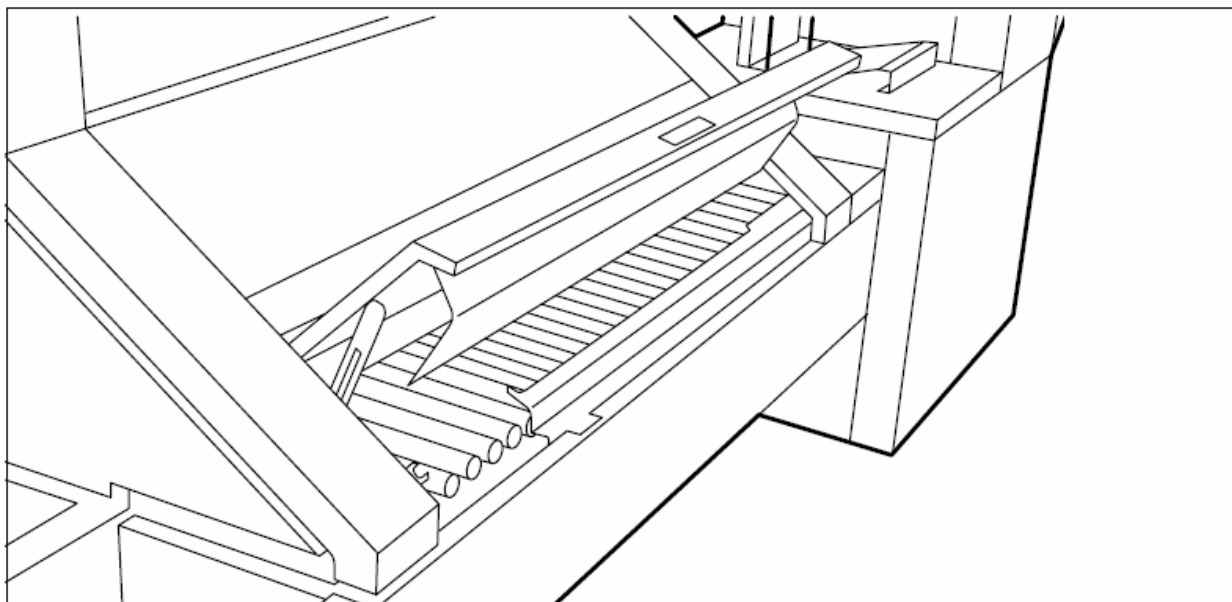

Рисунок 135: Показано, как открывать крышку транспортного узла фальцевателя
1. Откройте крышку транспортного устройства к секции первого сгиба (смотрите рисунок 135).